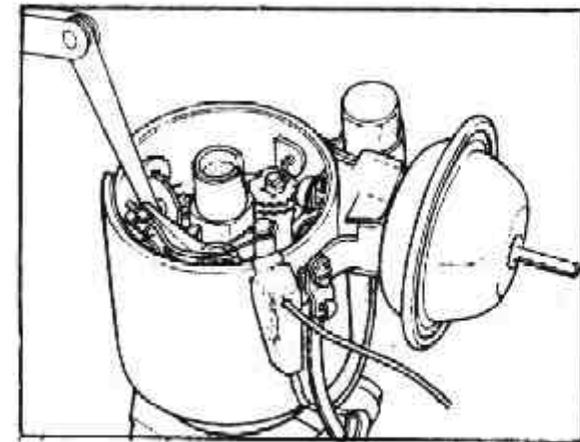

Fig. 92. Ajuste contactos.
- a) Con la tapa del distribuidor desmontada se hará girar el cigüeñal a través del registro que dispone el cárter del volante, hasta que los contactos alcancen su separación máxima (fig. 92).